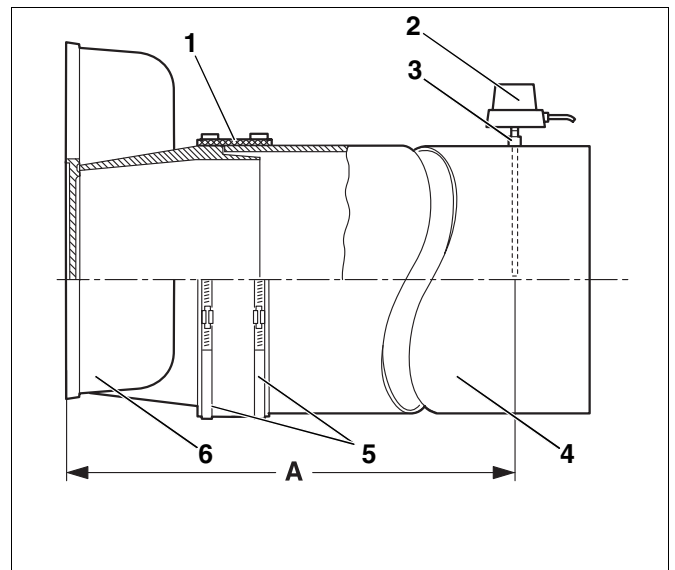

Fig. 59 Montarea tubulaturii de evacuare
Este recomandată utilizarea unui manșon de etanșare pentru racordul la sistemul de evacuare a gazelor de ardere (fig. 59, **poz. 1**).
- Țeava de evacuare (fig. 59, **poz. 4**) se introduce până la refuz pe ștuțul colectorului gazelor de evacuare (fig. 59, **poz. 6**).
- Manșonul de etanșare (fig. 59, **poz. 1**) cu petrecerea în partea de sus, se înfășoară în jurul țevii de evacuare (fig. 59, **poz. 4**) și ștuțul colectorului de gaze de evacuare (fig. 59, **poz. 6**).
- Colierele cu șurub melcat (fig. 59, **poz. 5**) se montează peste manșonul de etanșare (fig. 59, **poz. 1**). Unul dintre coliere (fig. 59, **poz. 5**) trebuie să preseze pe ștuțul colectorului gazelor de evacuare (fig. 59, **poz. 6**) iar celălalt colier pe țeava de evacuare (fig. 59, **poz. 4**).
- Se strâng colierele (fig. 59, **poz. 5**). Manșonul de etanșare (fig. 59, **poz. 1**) trebuie să fie așezat neted și strâns.
- Mufa (fig. 59, **poz. 3**) se montează prin sudură la o distanță de 2 x diametrul țevii de evacuare (A) de colectorul gazelor de evacuare (fig. 59, **poz. 6**) în țeava de evacuare (fig. 59, **poz. 4**).
- Senzorul de temperatură pentru gazele de evacuare (fig. 59, **poz. 2**) se montează conform instrucțiunilor de montaj proprii.